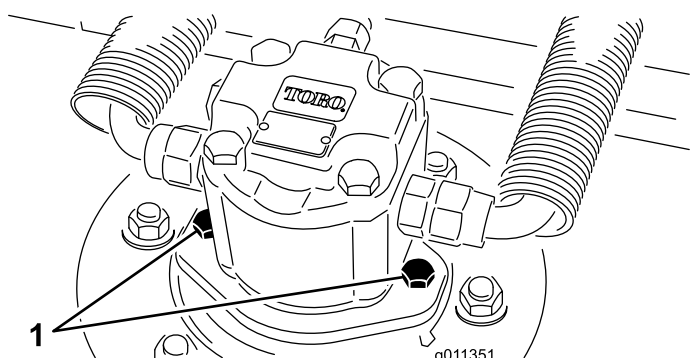

Figura 61
2. Desconecte y retire el motor hidráulico de la unidad de corte (Figura 61). Tape la parte superior del eje para evitar la contaminación.
4. Instale el motor hidráulico en la carcasa (Figura 61). Asegúrese de que la junta tórica está correctamente colocada y que no está dañada.